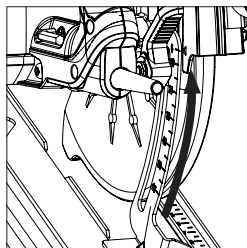

Fig. 10
(12) AJUSTE DE LA PROFUNDIDAD DE CORTE
- Afloje el mecanismo de bloqueo del ajuste de profundidad tirando de la palanca de accionamiento hacia arriba. (Fig. 10)